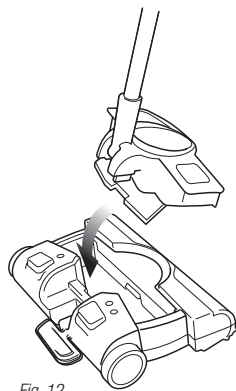

Fig. 12
- 3 Pour remettre la coupelle à poussière, placez-la sur la base de l'aspirateur sans fil pour tapis et planchers et enfoncez-la doucement jusqu'à ce qu'elle s'enclenche. (fig. 12)